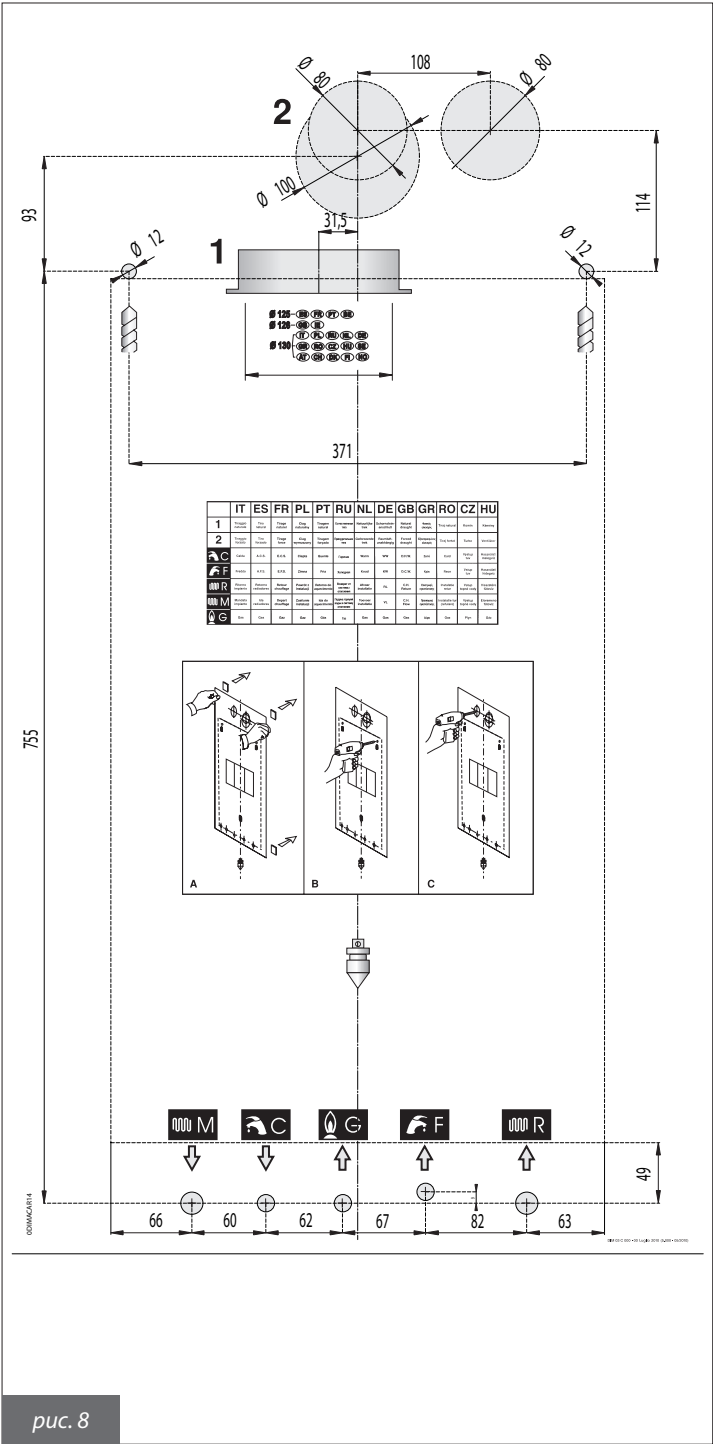

рис. 8
- б) монтажный шаблон (рис. 8);
Каждый котел снабжен специальным бумажным шаблоном, находящимся в упаковке (рис. 8), который позволяет подготовить трубы для подключения к системе отопления, к линии воды санитарного назначения, к газовой магистрали и воздухоподающие/дымоотводящие трубы в момент их разводки, т.е. до начала установки котла на выбранное место.
- закрепить шаблон (рис. 8) на стене;
- разместить по шаблону (в нижней части) соединительные элементы для подсоединения к линии подачи газа (G), к линии подачи холодной воды (F), выхода горячей воды (C), подачи в отопительную систему (M) и возврата из отопительной системы (R);